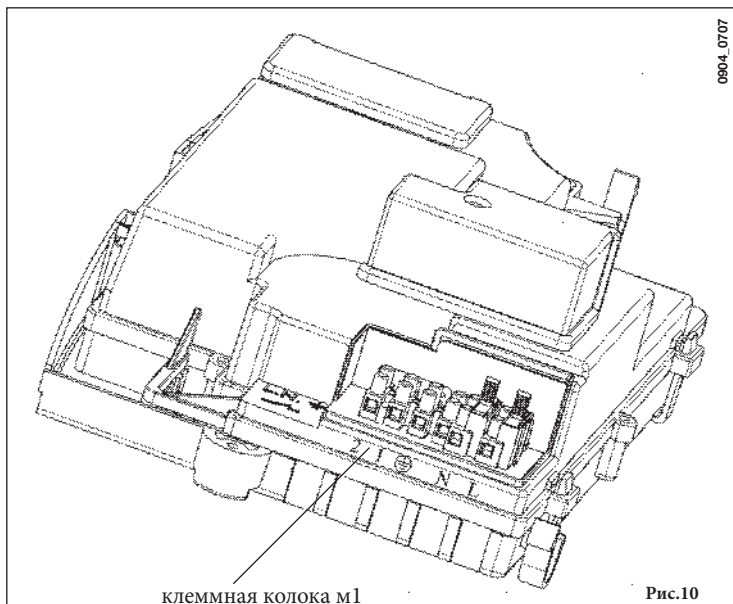

Рис.10
- для доступа к контактам снимите крышку (рис.10).
- откройте доступ к клеммам подключения электропитания (рис.10),
- подключите двухпроводной кабель, идущий от термостата, к клеммам (1) и (2) и снимите перемычку.